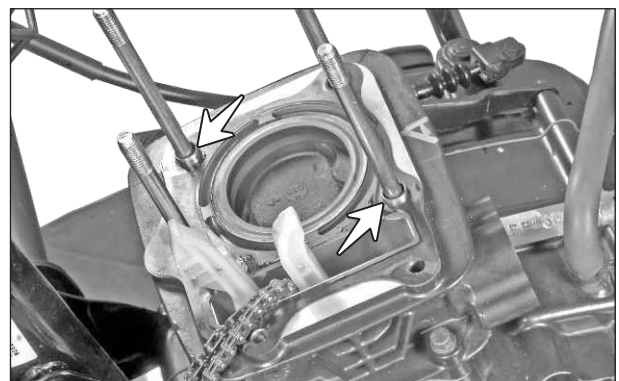

Fig. 3.45
- Retire las 2 guías de la culata de los espárragos del cilindro. (Fig. 3.45)